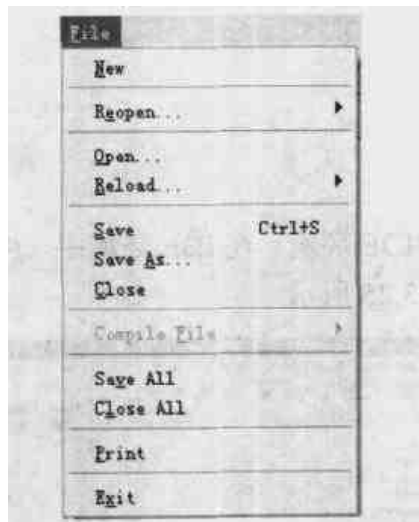

图 3.26 Compile File 栏
(1) 创建新文件。从 IDE 的“File”菜单中选择“New”, 创建一个新的文件, 可以在该文件中输入源程序并进行编辑和修改, 也可以作为一个文本文件, 用来保存与工程有关的信息或作为其他用途。
(2) 存盘。新创建的文件必须存盘, 在存盘时必须指定文件类型, 如果是 C 语言源程序, 必须用“.c”扩展名, 如果是汇编语言源程序, 必须用“.s”扩展名, 其他文件(如工程说明等)一般使用“.txt”扩展名。如果没有存盘或者扩展名不是“.c”或“.s”, 则“File->Compile File”一栏是灰色的, 表示该功能目前不能使用, 如图 3.26 所示。